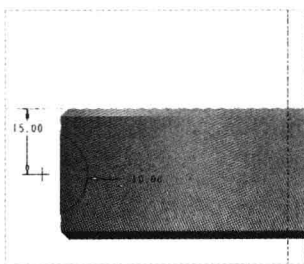

图 5-30 绘制截面
Step 06 单击“草绘”选项卡中的相应按钮, 绘制截面, 如图 5-30 所示, 单击“关闭”面板中的“确定”按钮 ☒, 完成截面绘制并退出草绘环境。